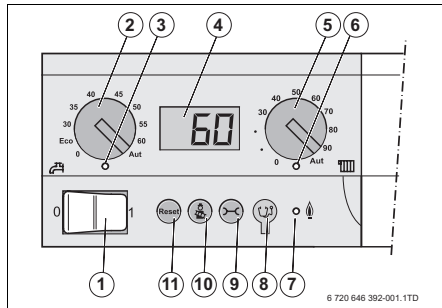

Bild 4 Bedienfeld – Bedienelemente
- ▶ Beide Drehschalter an der Bedieneinheit (→ Bild 4, [2] und [5]) in Stellung „AUT“ stellen, damit alle Einstellungen über die Bedieneinheit vorgenommen werden können.